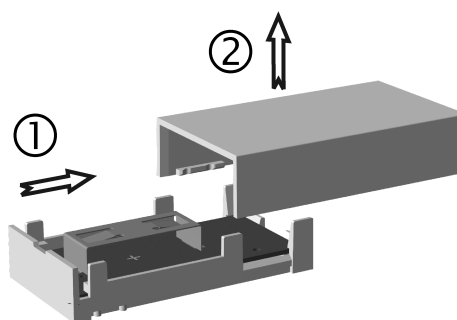

Imagen 2: Retirar la tapa de la caja
- Separar la caja hasta el tope y levantar el elemento superior hacia arriba mediante inclinación lateral (Imagen 2).